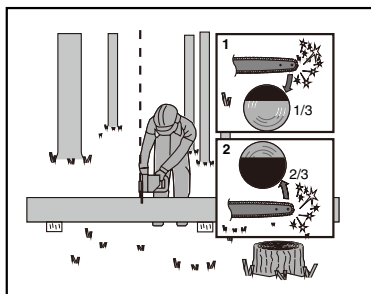

Bild 5
När stocken stötts i båda ändarna, så som visas på bild 5, såga 1/3 diameter från ovansidan (kapning från ovansidan) (1). Gör sen den avslutande kapningen genom kapning från undersidan, från de undre 2/3 (2), för att möta den första sågningen.